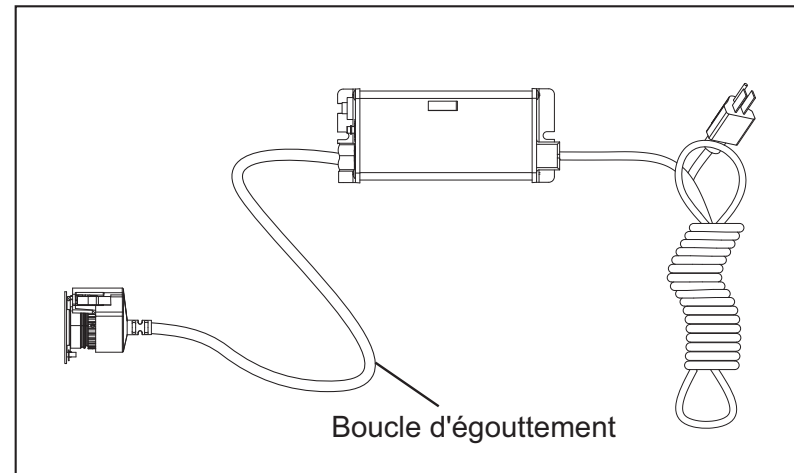

Figure 5 Boucle d'égouttement
- Le dispositif de commande devrait être monté soit au-dessus, soit à côté de la chambre à UV. Montez toujours le dispositif de commande à l'horizontal pour éviter que l'humidité coule le long du cordage et provoque un incendie. Des boucles d'égouttement dans tout le cordage branché au dispositif de commande sont hautement recommandées. Consultez la Figure 5.
4. Montez le dispositif de commande VIQUA ICE horizontalement au mur, à côté de la chambre à UV. Dans l'idéal, placez le dispositif de commande au-dessus de la chambre et loin de tout point de branchement d'eau, pour éviter toute fuite potentielle d'eau sur le dispositif de commande au moyen d'une fuite au niveau d'un point de connexion ou d'un système « transpirant ». Assurez-vous d'avoir laissé une « boucle d'égouttement » comme indiqué dans la Figure 5 sur la lampe UV, le capteur UV et le cordon d'alimentation, à nouveau, pour empêcher l'eau de pouvoir entrer dans le dispositif de commande.